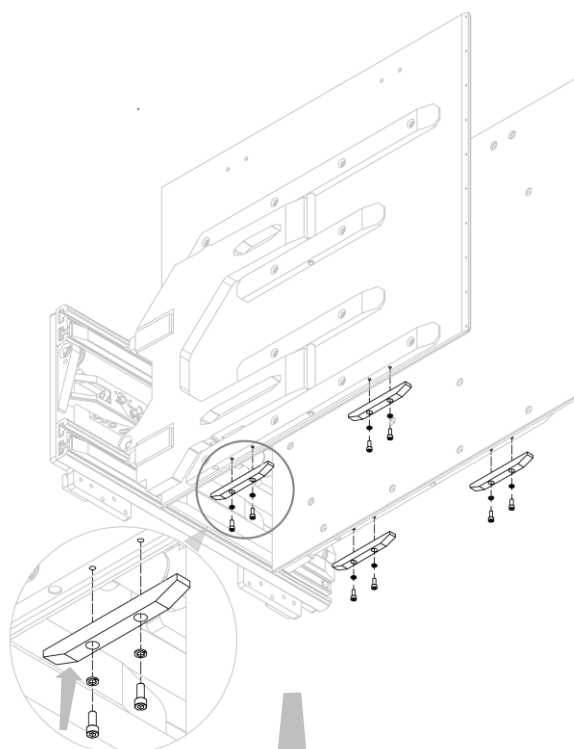

Figure 20
2. Monter les patins inférieurs anti-frottement en Ertalon en vissant les vis dans les trous appropriés (voir *Figure 20* et *Figure 21*).